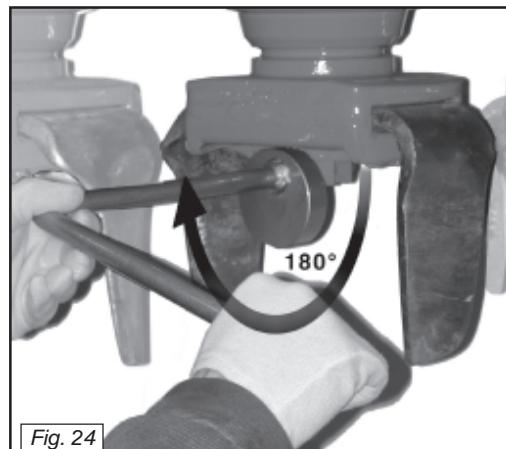
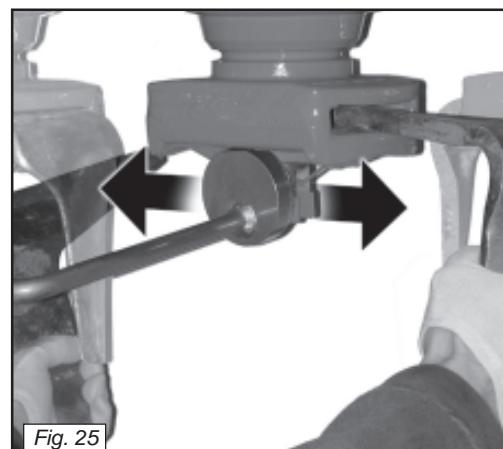
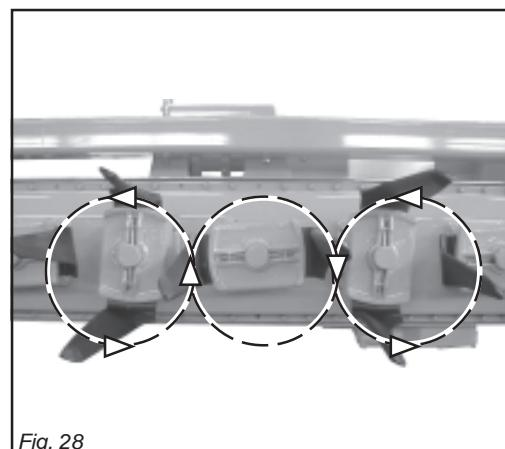

Fig. 24
Fig. 25
Fig. 28
La sostituzione dei coltelli danneggiati o usurati è molto semplice poiché il sistema di sgancio rapido prevede la loro sostituzione con l'impiego solamente di un'apposita chiave (Cod. 36100386). Questa operazione, estremamente rapida consente all'operatore l'apertura del sistema di sgancio inserendo l'apposita chiave nel foro del perno (Fig. 24).
Ruotando la chiave di 180° in senso orario si estraie il perno di bloccaggio dei coltelli (Fig. 25), si tolgono i coltelli da cambiare, si inseriscono i nuovi, e ruotando la chiave di 180° in senso antiorario, si effettua l'inserimento del perno per il fissaggio dei nuovi coltelli (Fig. 26). Il tagliente dei coltelli dovrà essere comunque orientato nel senso di rotazione del rotore (Fig. 27). In figura 28 è evidenziata la posizione corretta del tagliente dei coltelli.
*This extremely quick operation allows the operator to open the release system by inserting the wrench into the pin hole (Fig. 24).*
*Turn the wrench through 180° to take out the tine locking pin (Fig. 25), remove the worn or damaged tines, fit new ones in their place then turn the wrench through 180° in the anti-clockwise direction to insert the pin and fix the new tines in place (Fig. 26). The cutting side of the tines must always be set in the turning direction of the rotor (Fig. 27). Figure 28 shows the correct position of the tine cutting edge.*
Diese extrem schnelle Vorgang gestattet dem Bediener das Öffnen des Kupplungssystems, indem der den Spezialschlüssel in die Bolzenöffnung einsteckt (Abb. 24). Wenn man den Schlüssel im Uhrzeigersinn um 180° dreht, zieht man den Sperrbolzen der Messer heraus (Abb. 25). Man nimmt die zu ersetzenenden Messer heraus, steckt die neuen Messer ein und dreht den Schlüssel um 180° im Gegenuhrzeigersinn, um dann den Bolzen zur Befestigung der neuen Messer einzustecken (Abb. 26). Die Schneide der Messe muß jedenfalls immer in die Richtung der Rotordrehung (Abb. 27) zeigen. In Abb. 28 ist die richtige Position der Messerschneide zu erkennen.
*Cette opération, extrêmement rapide permet à l'opérateur l'ouverture du système de décrochage en introduisant la clé spéciale dans le trou de l'axe (Fig. 24).*
*En tournant la clé de 180° dans le sens des aiguilles d'une montre on peut extraire l'axe de blocage des couteaux (Fig. 25), ensuite déposer les couteaux à remplacer, insérer les nouveaux couteaux en tournant la clé de 180° dans le sens inverse des aiguilles d'une montre, puis réintroduire l'axe de fixation des nouveaux couteaux (Fig. 26). Le coupant devra être orienté dans le sens de rotation du rotor (Fig. 27). La figure 28 montre la position exacte du coupant des couteaux.*
La sustitución de las cuchillas dañadas o gastadas es muy simple, ya que el sistema de desenganche rápido permite dicha operación utilizando simplemente una específica llave (Cód. 36100386). Esta operación, extremadamente veloz, permite al operador la apertura del sistema de desenganche introduciendo la respectiva llave en el orificio del perno (Fig. 24). Girando la llave 180° en sentido horario se extrae el perno de bloqueo de las cuchillas (Fig. 25), se quitan las cuchillas a cambiar, se introducen las nuevas girando la llave 180° en sentido antihorario y se efectúa la introducción del perno para la fijación de las nuevas cuchillas (Fig. 26). El filo de las cuchillas deberá estar siempre orientado en el sentido de rotación del rotor (Fig. 27). En la figura 28 se evidencia la posición correcta del filo de las cuchillas.